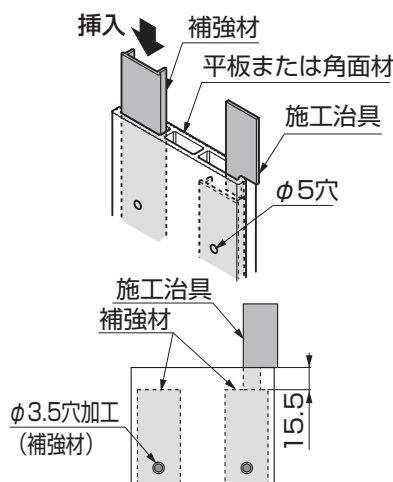

図4-19 面材を背面から固定する場合
(図4-19参照)
- ②補強材を平板・角面材に挿入してください。（図4-19参照）
工をしてください。(図4-19参照)